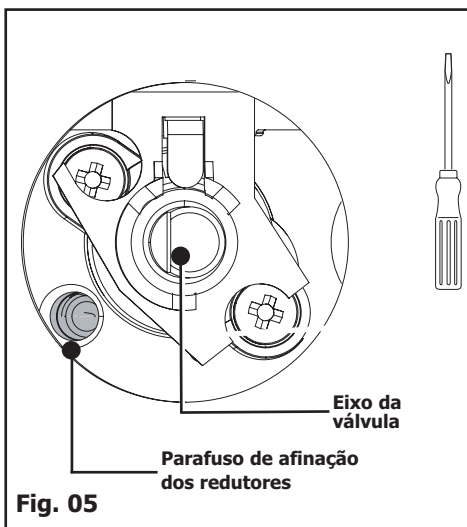

Fig. 05
- Com uma pequena chave de fendas, **aperte bem** o parafuso de afinação dos redutores de latão (amarelos) (Fig. 05), **no sentido dos ponteiros do relógio**.
- Com uma pequena chave de fendas, desaperte o parafuso de afinação dos redutores de latão (amarelos) (Fig. 05), **duas voltas no sentido inverso ao dos ponteiros do relógio**.